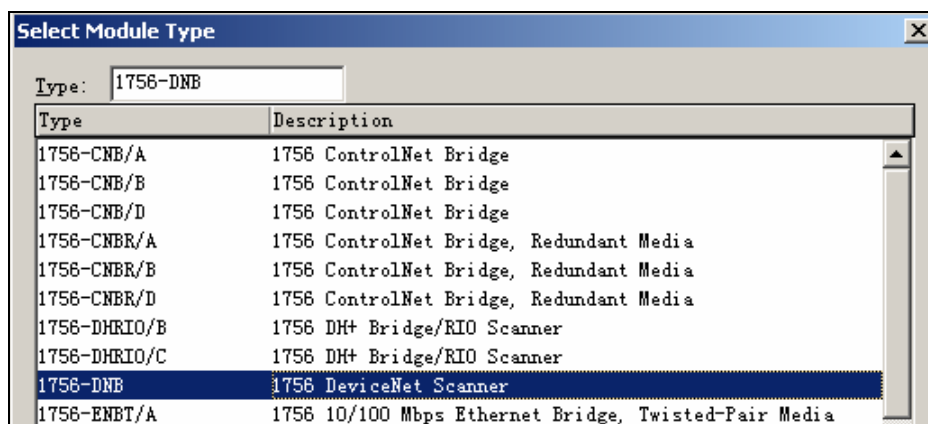

图 3-79 选择模块类型
13. 在弹出的画面中选择 1756-DNB。选中之后, 单击 OK, 如图 3-79 所示。